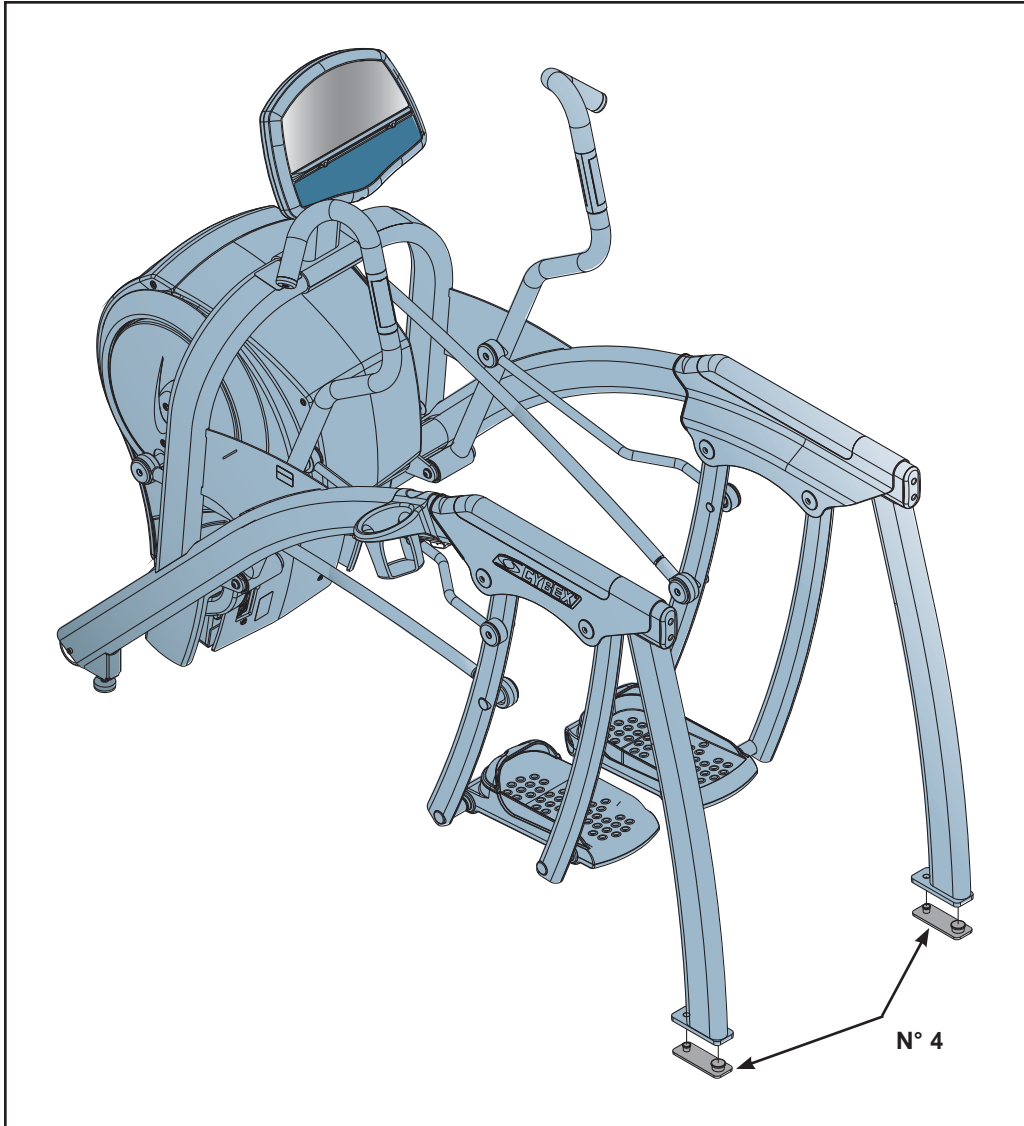

Figure 14
- A. Demandez à une personne de soulever l'appareil tandis qu'une autre place un patin (n° 4) sous chacun des deux pieds arrière. Reportez-vous à la figure 14.